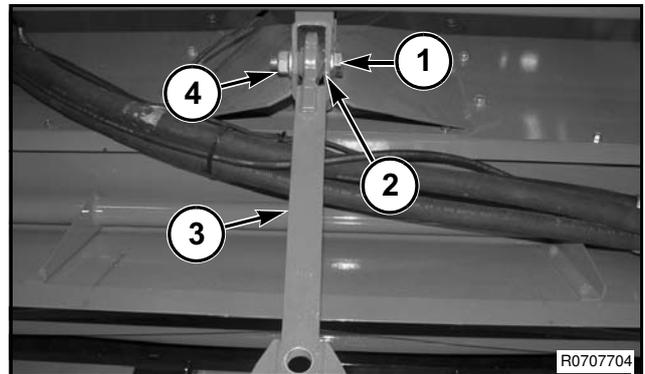

FIG. 11
FIG. 11: Introduzca el tornillo de cabeza de 3/4-10 x 3-1/4 (1) y la arandela de 3/4 a través del soporte de montaje para la articulación central (2) y la articulación central (3). Coloque la tuerca de bloqueo superior de brida hexagonal de 3/4 (4) en el tornillo de cabeza de 3/4-10 x 3-1/4.